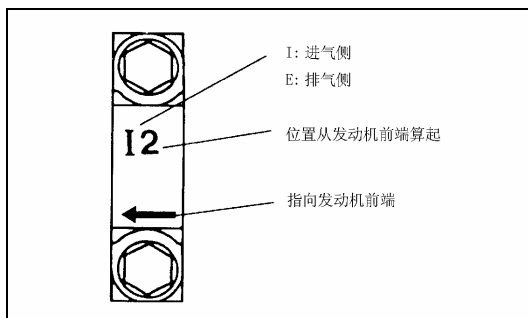

Рис. 4-50.
5). Нанести слой герметика на заднюю торцевую крышку распределительного вала впускных клапанов в местах, показанных на рисунке Рис. 4-50.